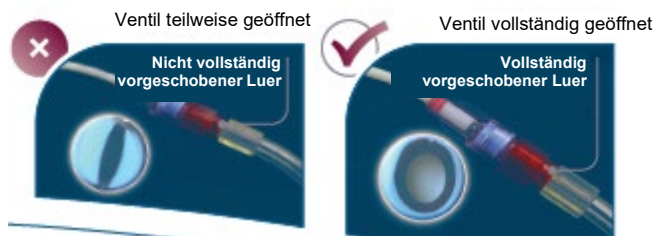

Abb. 6
- 3) Das Luer-Ende in das LuerSafe einführen. Um das vollständige Einrasten des beweglichen Kragens am Blutschlauch sicherzustellen, prüfen, dass das Spaltseptumventil im LuerSafe geöffnet ist (Abbildung 6).